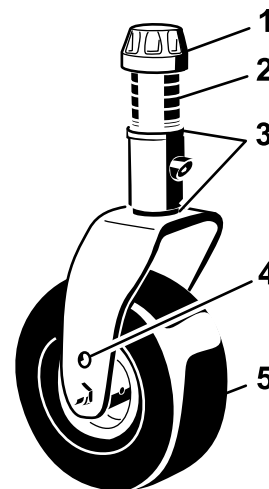
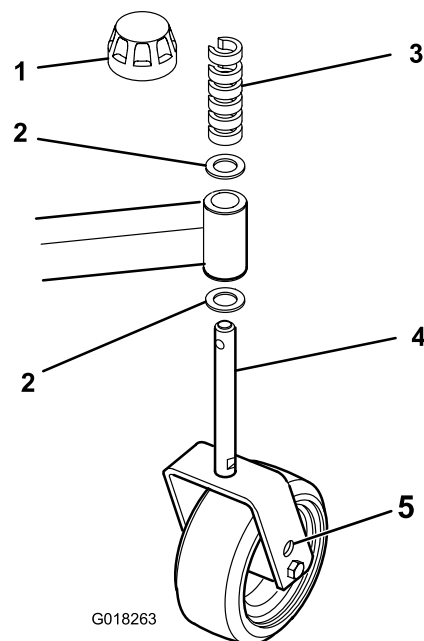

Bild 7
Bild 9
2. Stecken Sie die Laufradachsen in allen Gabeln in die gleichen Löcher. Ermitteln Sie die richtigen Löcher für die Einstellung mit Bild 7, Bild 8 und Bild 9.
1. Entfernen Sie die Spannkappe von der Spindelwelle (Bild 7) und ziehen die Spindel aus dem Laufradarm heraus. Ziehen Sie zwei Beilagscheiben so auf die Spindelwelle, wie sie ursprünglich montiert waren. Diese Beilagscheiben sind erforderlich, um alle Mähwerke über die Breite auf ein Niveau zu bringen. Ziehen Sie die erforderliche Anzahl von 13 mm Distanzstücken (siehe die nachstehende Tabelle) auf die Spindelwelle, um die gewünschte Schnitthöhe herbeizuführen; ziehen Sie dann die Scheibe auf die Welle auf.
1. Nehmen Sie die Spannkappe von der Spindelwelle ab (Bild 9).